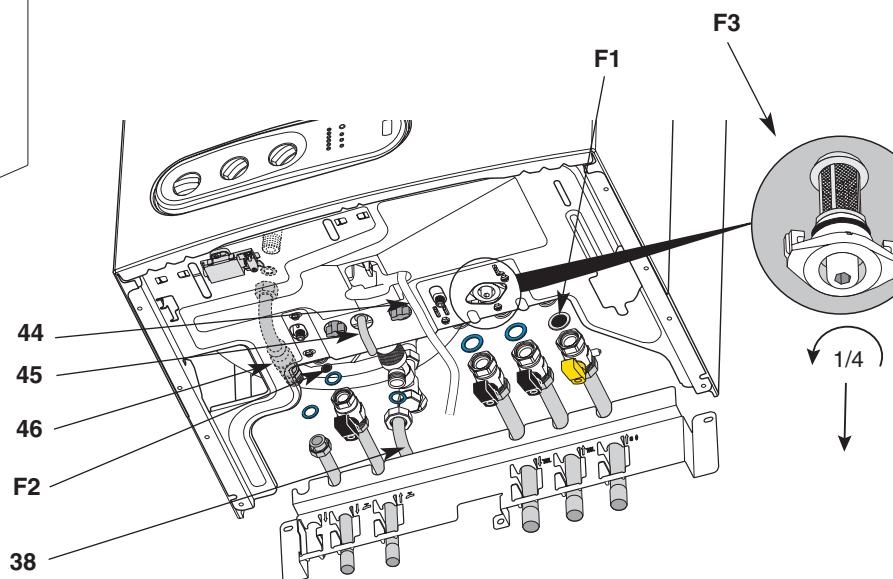

Fig. 8
- Raccorder les différents robinets, robinets 3/4 sur gaz (robinet manette jaune, couple de serrage mini 10 mN), départ et retour chauffage, robinets 1/2 sur eau froide sanitaire, et durit sortie ballon **46** (fig. 8)
- joints et douilles de raccordement, douilles 3/4 sur gaz, départ et retour chauffage, douille 1/2 sur eau froide et eau chaude sanitaire (fig. 8)
- un joint filtre **F1** est placé sur le robinet gaz, un filtre eau **F2** sur l'alimentation eau froide sanitaire et un filtre chauffage **F3** sur le bloc chauffage (fig. 8)
- Le tuyau de vidange de la soupape de sécurité **44** (tube translucide), de la soupape ballon **38** et celui du disconnecteur **45** doivent obligatoirement être raccordés à une canalisation d'eau usée.(fig. 8)